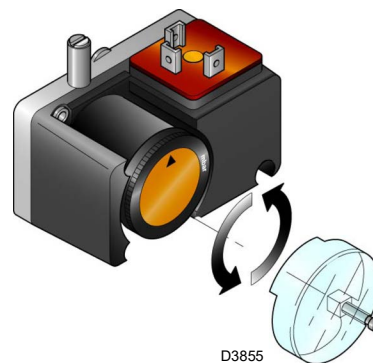

Fig. 34
- Régler le pressostat pour le contrôle d'étanchéité (kit PVP) (Fig. 34 à la page 34) selon les instructions fournis avec le kit.
Régler le pressostat pour le contrôle d'étanchéité (kit PVP) (Fig. 34) selon les instructions fournies avec ledit kit.